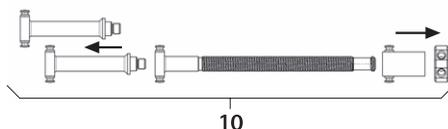

Fig. 6
- Demontera spindeldistraktor 10, se Fig. 6.